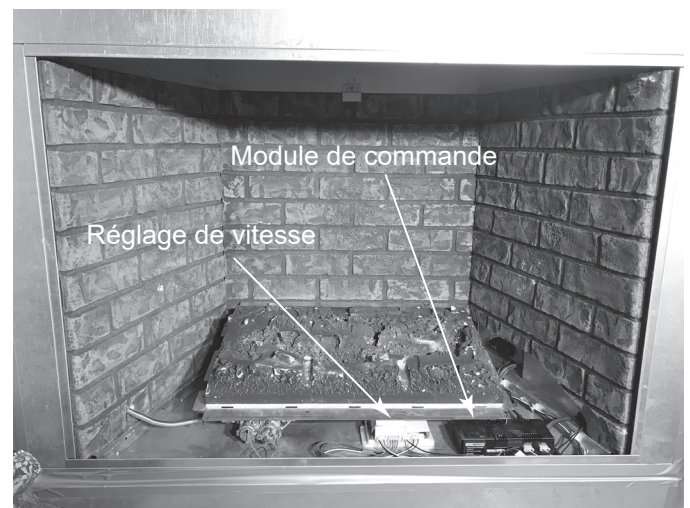

Figure 11.2 Emplacement du régulateur de vitesse de l'évent mécanisé
- Le régulateur de vitesse de l'évent mécanisé est situé dans le compartiment des vannes de l'appareil. Voir la figure 11.2.